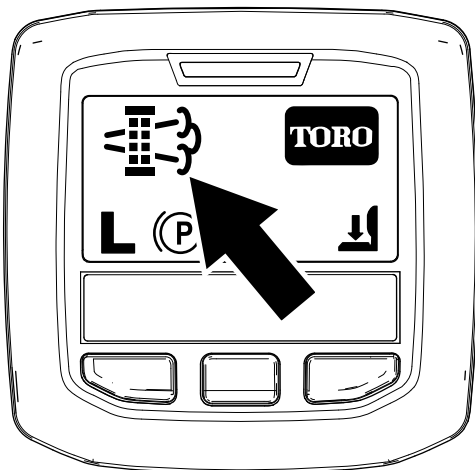

Figura 48
- Quando il computer del motore richiede una rigenerazione parcheggiata o una rigenerazione di recupero, nell'InfoCenter viene visualizzata l'icona della richiesta di rigenerazione (Figura 48).